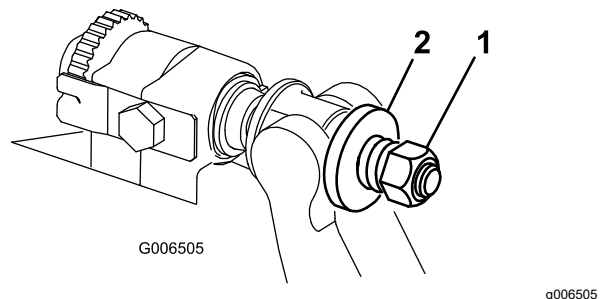

图 33
6. 旋紧弹簧加压螺母直到弹簧完全压缩然后往回松开 1/2 圈 图 33。